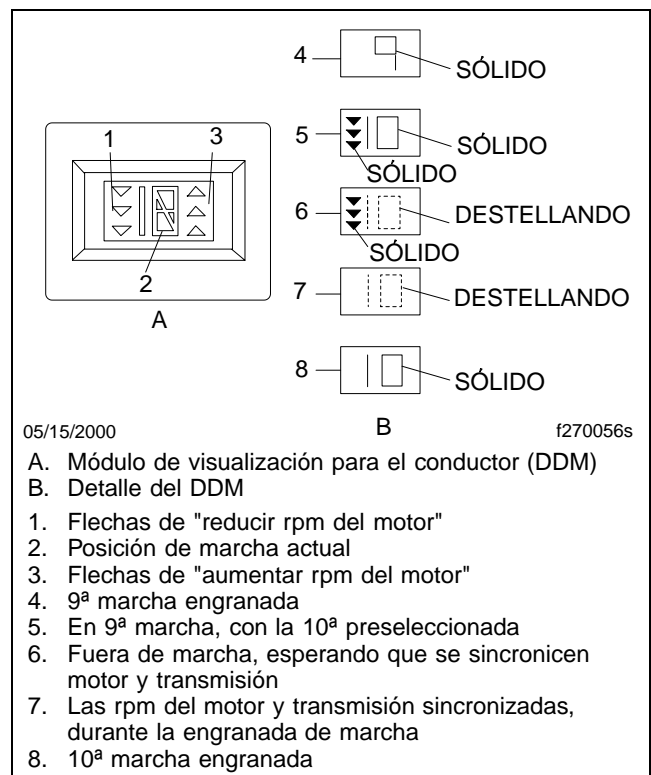

Figura 8.14, Módulo de visualización para el conductor
2. Suena un tono audible de la consola de mando del conductor cuando la transmisión está lista para hacer el cambio. Las flechas en el módulo de visualización para el conductor (**Figura 8.14**) indican la dirección en la cual las rpm del motor necesitan ir para sincronizar el próximo cambio. La próxima marcha se muestra en la pantalla. Vea la **Figura 8.14**.